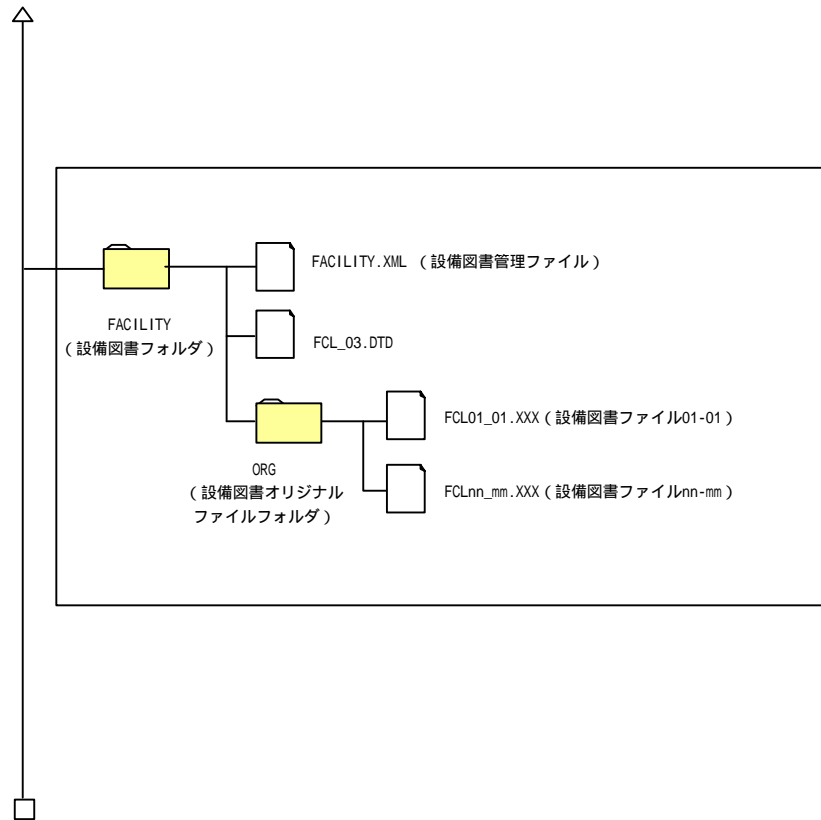

図 3-2-2 電気通信設備工事におけるフォルダ構成(2/2)
- 図 3-2-2 電気通信設備設計業務におけるフォルダ構成(2/2)